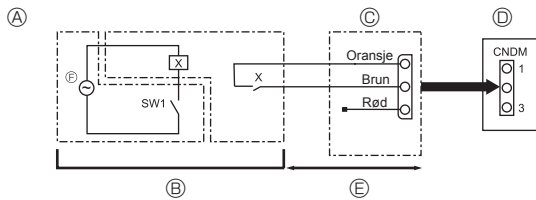

Fig. 9-1
9.1. Lav støy-modus (modifisering på stedet) (Fig. 9-1)